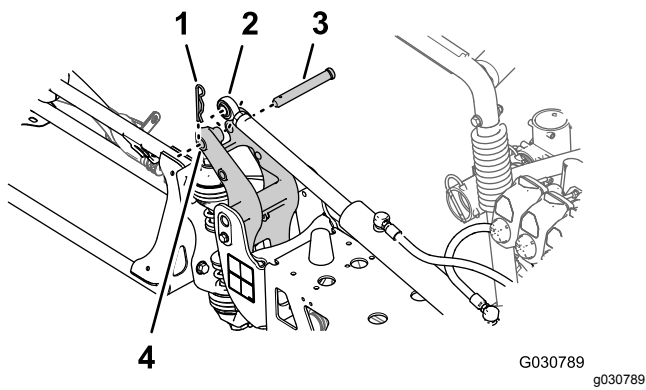

図 122
6. 昇降シリンダのロッドの先端を、ピボットフィッティングのホーンツノの穴25mmに合わせる 図 122。
7. 昇降シリンダをピボットフィッティングに固定するクレビスピンとヘアピン 図 122 ステップ 2 昇降シリンダを取り外す \(ページ 19\) で外したものを使用する。